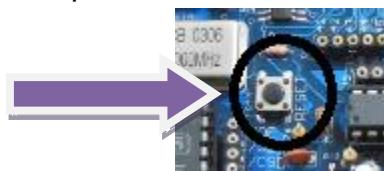

Figura 4
- O botão de **RESET** da figura 4 tem a função de reiniciar o programa em execução toda vez que for pressionado, relembrando que se o programa estiver somente na memória do FPGA será apagado toda vez que resetado.